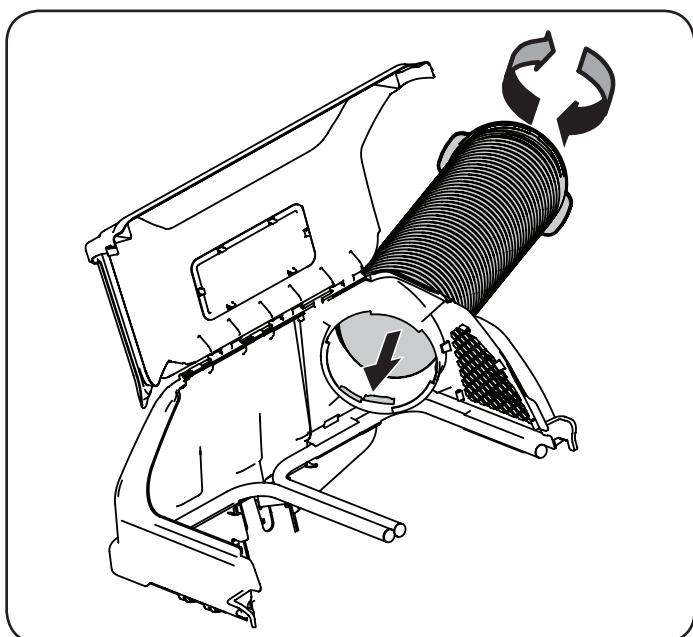

Figure 23
1. Installation du tube de la goulotte supérieure Vissez fermement l'extrémité supérieure du tube de goulotte dans le support de la goulotte supérieure. Pour assurer un enfilage sûr, il y a deux languettes sur la partie intérieure du support de la goulotte supérieure. Consultez la Figure 23.